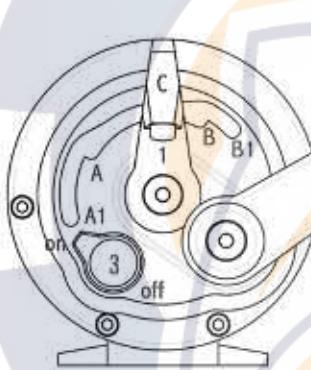
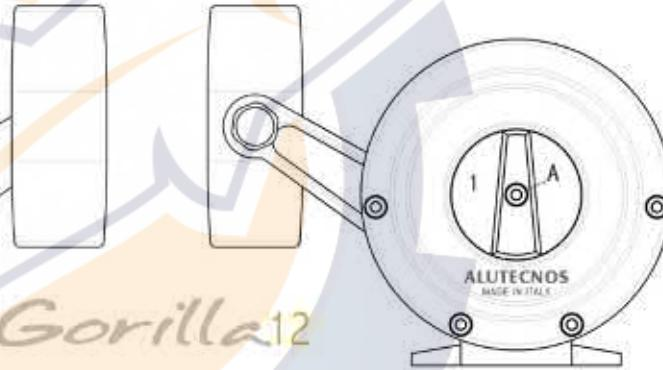

FIG. 1
FIG. 2
**USO DELLA FRIZIONE** La frizione è una delle componenti più importanti del mulinello e consente, mediante l'azionamento della leva C (fig. 1), di passare da uno stato pressoché libero ad uno stato di massime frenata della bobina su cui è avvolta la lenza. La corsa della leva C è delimitata da due limiti di sicurezza: A e B posti ad inizio e a fondo scalo. E' possibile superare leggermente questi limiti, mediante una pressione sul pulsante -1-, il superamento di questi limiti consente di ottenere stati estremamente opposti: blocco in posizione A1 e di massimo freno in posizione B1. Nota: con la leva C in posizione A, la frizione esercita una leggera frenatura normalemente sufficiente ad impedire la formazione delle ramponche sulla lenza.
**AVVISATORE ACUSTICO** In fase iniziale di pesca l'avvisatore acustico (cicala) -3- (fig. 1) dovrà essere inserito e quindi posizionato su -ON-, di modo che quando la lenza inizia a furiuscire, emetterà un segnale di avvertimento. Tale segnale ha il solo compito di allertare il pescatore dopodiché il selettori -3- dovrà essere riportato in posizione -OFF-.
**USO DEL PRE-SET** Di estrema importanza, al fine di evitare la rottura della lenza durante la fase di pesca, è la pre-regolazione della frizione (strike). Questa operazione dovrà essere effettuata con il mulinello montato sulla canna, la lenza intitata negli appositi snelli dello stesso e la leva frizione C posta in posizione B-. Anzima la lenza ed agire sul pre-set -1- (fig. 2) sino ad ottenere una giusta tensione. Se vi è possibile fare uso di un dinamometro, individuare le giuste tensioni riportate la leva frizione in posizione A- quindi sbloccare la vite A- (fig. 2) rendendo così flessibile la ghiera del pre-set -1-. Posizionarla sul riferimento 0- (zero) indiso nella flangia, bloccando la vite in precedenza sollevata. Fatto questo avremo le possibilità di varicare le prestazioni della frizione a nostro piacimento potendo poi ripristinarlo lo stato iniziale riportando la ghiera del pre-set sul riferimento 0- (zero).
- 4)-Quando il mulinello non viene utilizzato, la leva della frizione C va riportata in posizione di rilascio ossia sul punto A- (fig. 1). Così facendo libereremo il meccanismo da uno stato di sforzo e manderemo indietro la funzionalità della frizione;
**THE USE OF THE DRAG** The drag is one of the most important parts of the reel and permits the amount of drag exerted on the line to be adjusted from virtually nil to maximum by adjusting the lever C (fig. 1). The stroke of the lever C is controlled by two safety stops: A- and B- set respectively at the bottom and top of the scale. Drag can be set beyond these two stops by pressing button -1-, which permits the two opposite drag levels to be set: free in position A1- and max. drag in position B1-. Note: when the lever C is in position A-, the drag applies a slight braking pressure that is usually sufficient to prevent the formation of tangles.
**AUDIBLE WARNING BUZZER** The warning buzzer -3- (fig. 1) should be set in the -ON- position when beginning to fish so that the warning signal is given the moment that the line suddenly begins to come out. This signal serves only to notify the user of the movement of the line; afterwards the buzzer should be immediately reset in its -OFF- position.
**THE USE OF PRE-SET** The (strike) drag pre-set is extremely important and prevents the line from breaking during a strike. This operation is performed with the reel mounted on the rod, the line strung through the rod guides and the drag lever C set in the -B- position (fig. 1). Turn the line and work on the pre-set -1- (fig. 2) until the correct tension. If possible, use a dynamometer. Once the correct tension has been determined, bring back the drag lever to A-position, loosen the screw -A- (fig. 2) thereby leaving the pre-set -1- (fig. 2) ring not loose in play. Then set it on the -0- (zero) engraved on the left side plate and tighten the screw. Loosened previously. Once this has been done, the user can adjust the performance of the drag according to desire or return to the original condition by setting the pre-set ring not to the -0- (zero) setting.
- 4)-When the reel is not to be used for a long time, the drag lever C must be set in the rest position at the bottom of the scale A- (fig. 1). In this way, all pressure will be removed from the mechanism and drag functionality will remain unaltered;